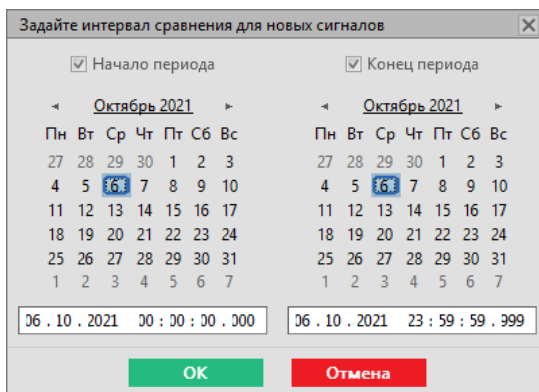

Рисунок 117 - Выбор интервала
4. Задайте интервал сравнения и нажмите **ОК** (Рисунок 117).